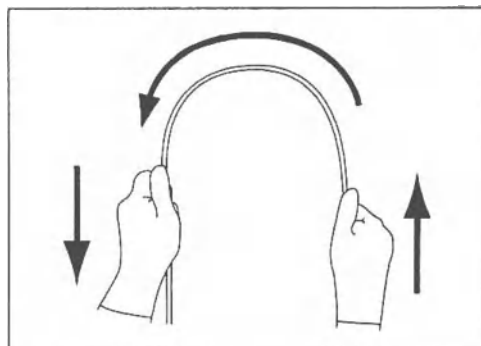

Рис. 3.5
- 6** Обеими руками согните вводимую трубку эндоскопа полукругом. Затем передвигая руки в направлении, указанном стрелками на Рис. 3.5, убедитесь в том, что вводимая трубка пластична и легко сгибается в полукольцо по всей длине.